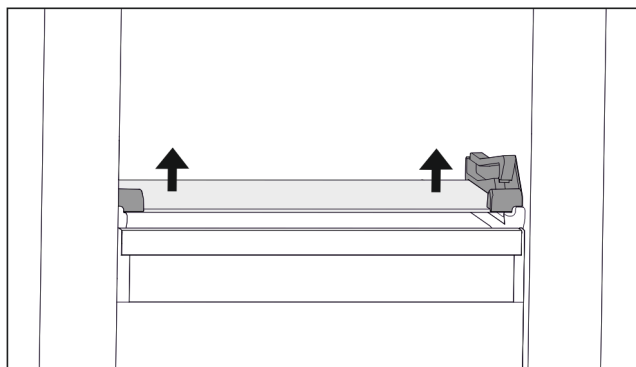

Fig. 70 Tablette en verre du tiroir basculable
- ▶ Appuyer des deux côtés sur la tablette en verre de bas en haut. (voir Fig. 70)